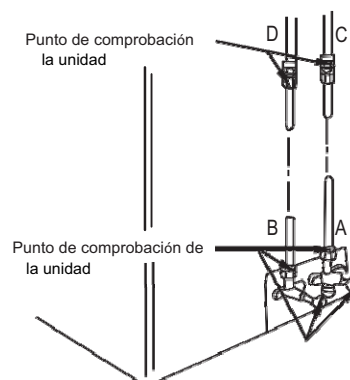

Fig.7-6
- Compruebe todas las juntas con un detector de fugas o burbujas de jabón. Vea Fig. 7-6 (como una figura de referencia)